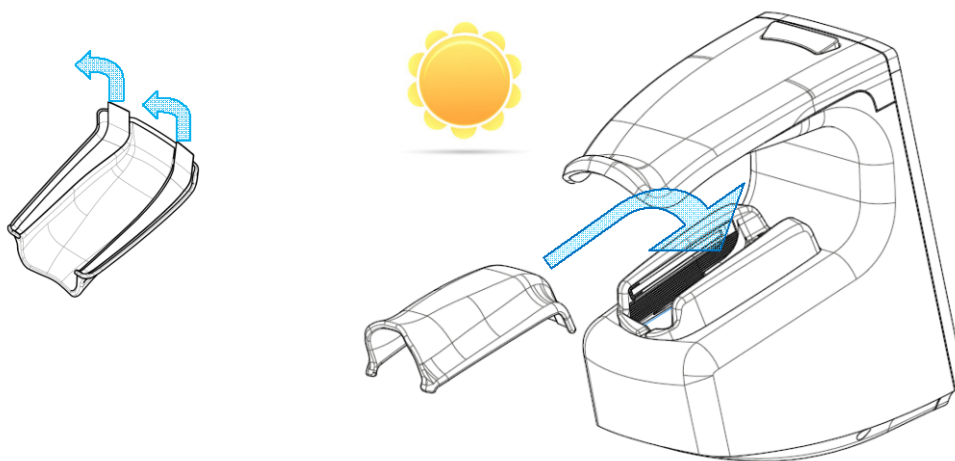

Figure 12 : Assemblage de l'accessoire de protection
13. En fonction de l'environnement lumineux, il peut être nécessaire d'ajouter l'accessoire de protection (repère 7 de la Figure 12) sur le terminal comme indiqué sur la Figure 12. Après avoir retiré le papier de protection de l'adhésif, adhésiver l'accessoire sur les murs latéraux du capteur biométrique.
12. En fonction de l'environnement lumineux, il peut être nécessaire d'ajouter l'accessoire de protection (repère 7 sur Figure 12). Après avoir retiré le papier de protection de l'adhésif, adhésiver l'accessoire sur les murs latéraux du capteur biométrique.